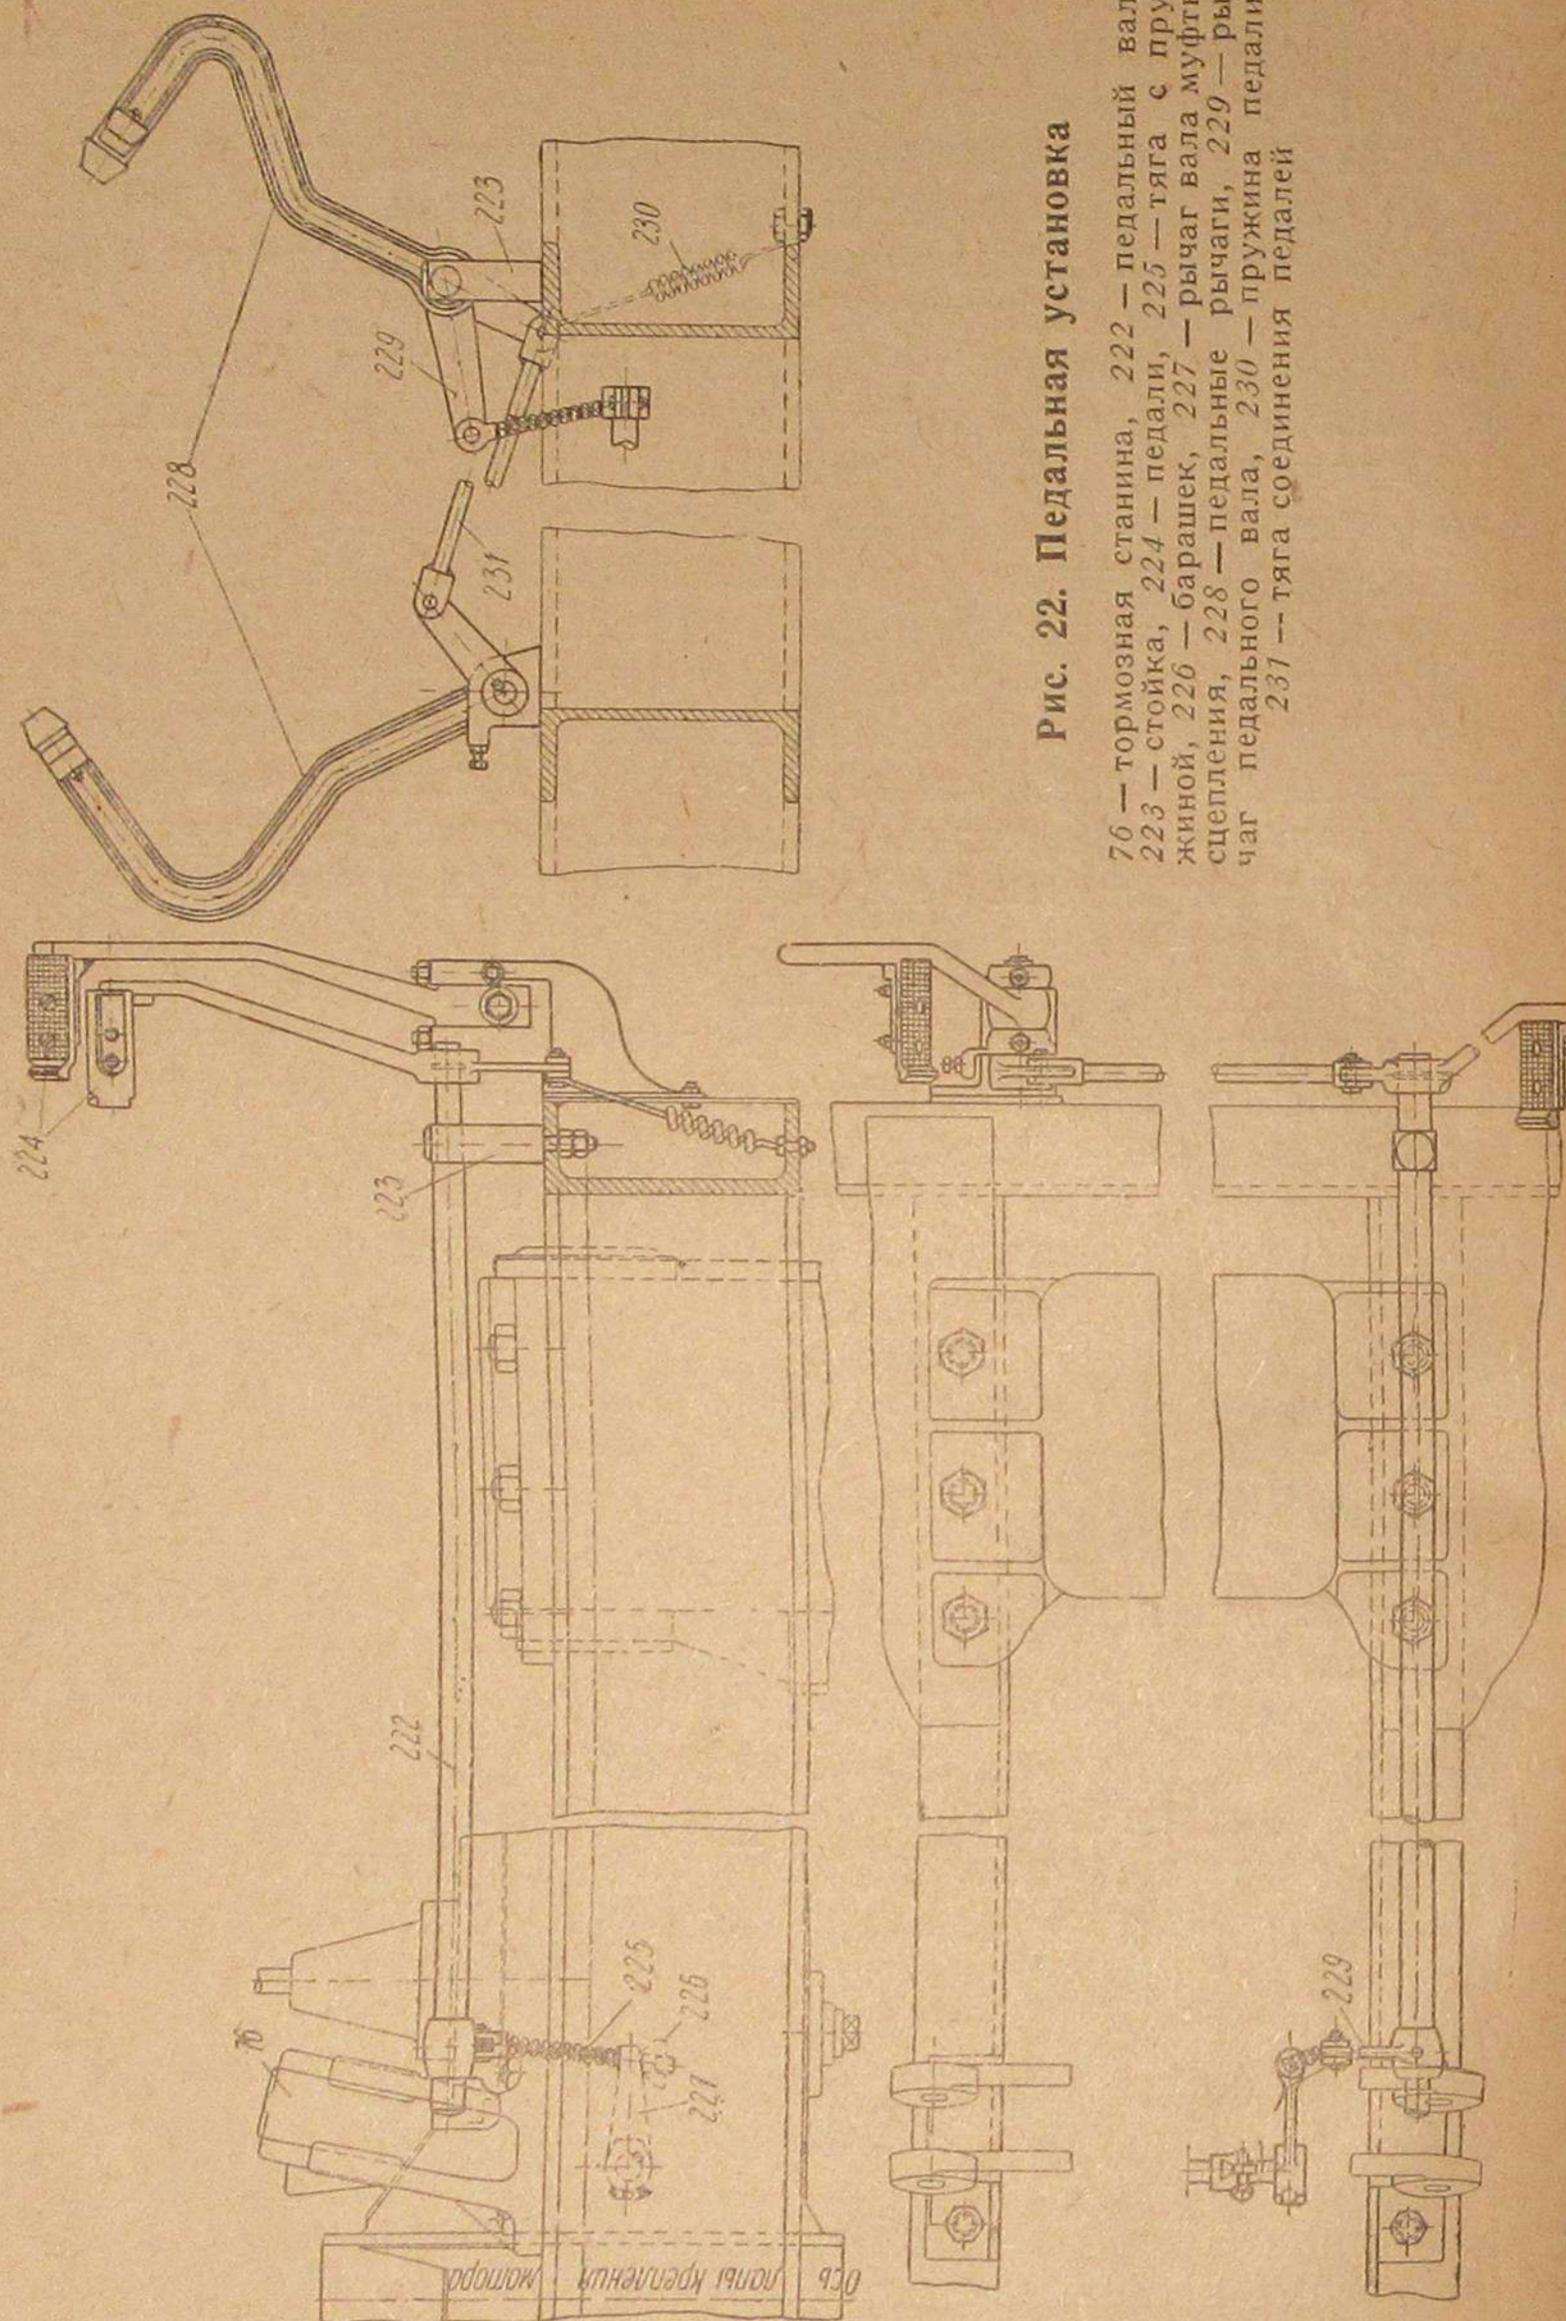

Рис. 22. Педальная установка
Педальная установка мотовоза состоит из педального вала 222 (рис. 22), насаженного на вал рычага 229, тяги 225 с пружиной, рычага 227 вала муфты сцепления двигателя с барабаном 226, двух педалей 224 с педальными рычагами 228 и пружинами 230.
- 2) производится нажатие ногой на педаль 224 (рис. 22) сцепления;